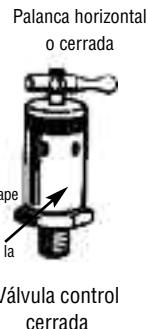

Fig. 3
2) al poner la palanca de la válvula en la posición hacia arriba a mano derecha. El vapor generado en el fondo del esterilizador recorrerá alrededor por fuera del recipiente y despues hacia abajo a través del material en el recipiente hasta el fondo y forzará el aire desde el fondo del recipiente hacia arriba a través del tubo flexible del aire de escape y afuera de la válvula de control. **Es importante que el vapor se deje escapar por lo menos por siete minutos vigorosamente de la unidad o hasta que vea un flujo continuo de vapor y despues cierre la válvula de control.** Este proceso de permitir que el vapor se escape se denomina ESCAPANDO y es necesario remover el aire atrapado en la unidad. **La mayor causa de falla en el esterilizador es el aire atrapado en el material que esta siendo esterilizado.** El aire atrapado no se puede escapar. Es imperativo que todo el aire atrapado se deje escapar. Con la válvula de control cerrada (Ver Fig. 3), la presión aumentara dentro del esterilizador y será indicado en el manómetro de presión. Cuando el manómetro de presión alcanza 17-19 libras, reduzca el calor como sea necesario para mantener una presión constante de 17-19 lbs dentro de la unidad.